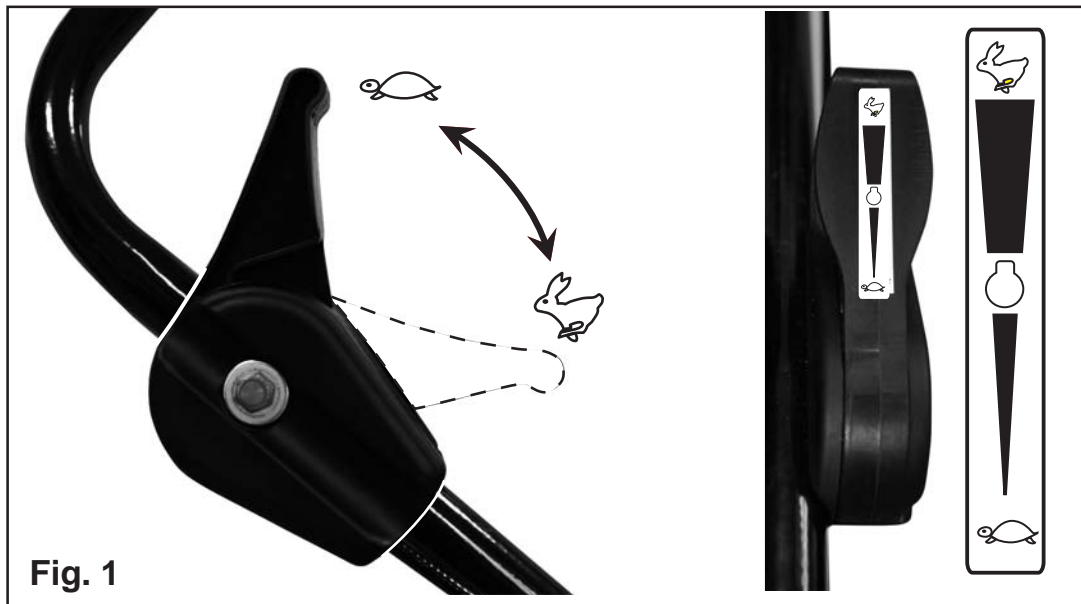

Fig. 1
- Portare il comando acceleratore nella posizione  (fig.1)
- Lavorare con la leva acceleratore al massimo  (fig.1).
- Put the accelerator control in position  (fig.1)
- Work with the acceleration lever at its maximum  (fig.1)
- Mettre le commande d'accélération en position  (fig.1)
- travailler avec le levier accélérateur au maximum  (fig.1)
- Den Beschleunigerantrieb in die Position  (Abb.1) bringen
- Mit dem Beschleunigungshebel auf Hochtouren  (Abb.1) arbeiten.
- Breng het commando gaspedaal in positie  (fig.1)
- Werken met de hendel gaspedaal op max.  (fig.1).
- Ponga el mando acelerador en la posición  (Fig.1)